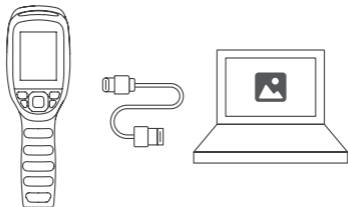

Figura 4.1.1
2. Collega il TC005 al tuo computer con il cavo USB in dotazione (vedi Figura 4.1.1).